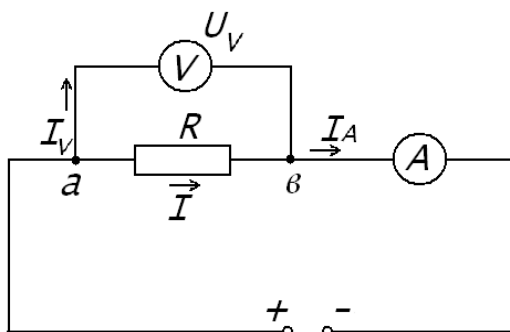

Рис. 1
Наиболее простой способ определения сопротивлений основан на измерении силы тока при помощи амперметра и напряжения – при помощи вольтметра (рис. 1). Если амперметр показывает силу тока в амперах (I), а вольтметр – напряжение на концах проводника в вольтах (U), то сопротивление проводника в омах равно $R = U/I$. При этом должно соблюдаться условие $I \gg I_v$. Точность этого метода определяется приборной погрешностью